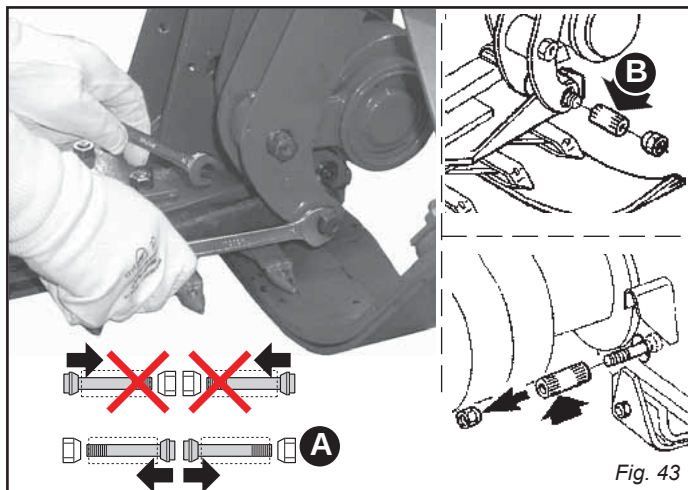
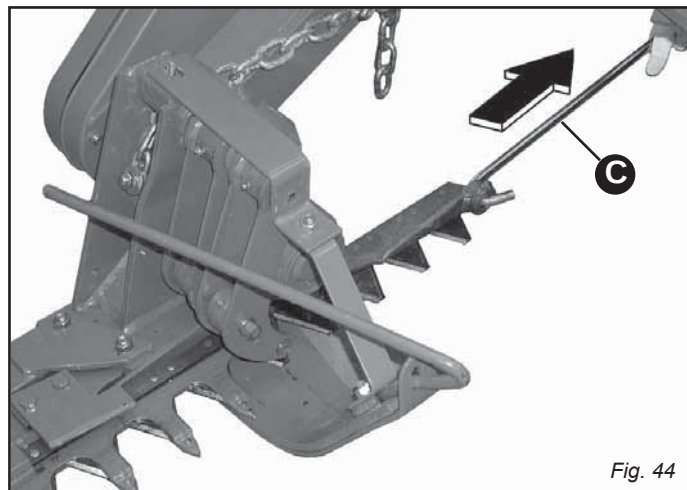

Fig. 43
Fig. 44
- Îndepărtați bolțul (B, Fig. 43) și scoateți axul porta-sectiuni (Fig. 44) cu tirantul de cuplare (C, Fig. 44).
- Îndepărtați bolțul (B, Fig. 43) și scoateți axul porta-sectiuni (Fig. 44).
- Îndepărtați bolțul (B, Fig. 43) și scoateți axul porta-dinți (Fig. 44).